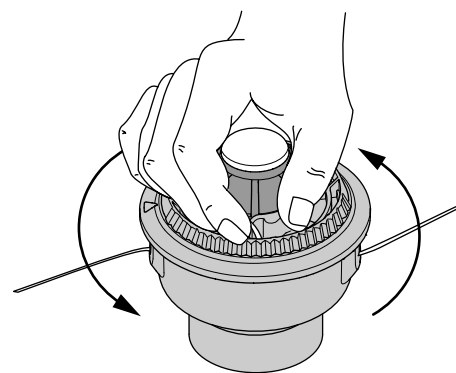

Fig. 45
8. Sostenga la bobina exterior. Bobine el carrete interior en sentido antihorario hasta que queden alrededor de 102 mm (4 pulgadas) de l'nea (Fig. 45).